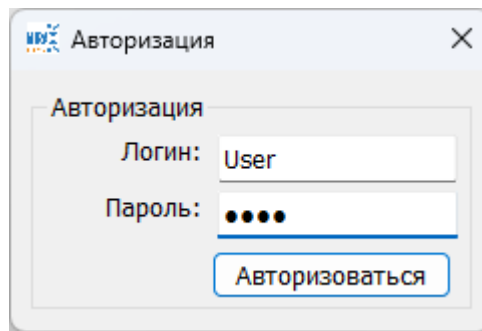
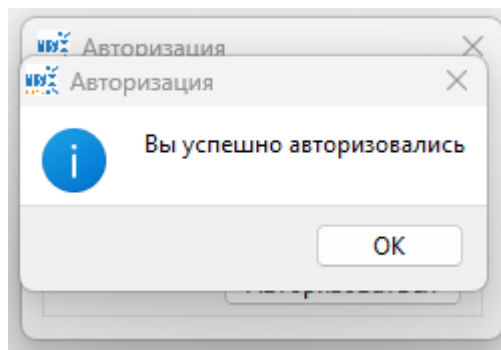
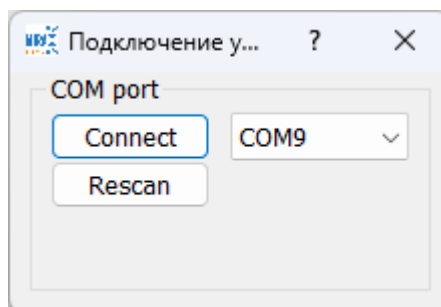

Рис.6 – Окно авторизации
Рис.7 – Успешная авторизация
Рис.8 – Окно подключения устройства
5. Введите логин и пароль, который соответствует уровню доступа, нажмите и отпустите кнопку «Авторизоваться» Рис.6, при успешной авторизации появится всплывающее окно Рис.7 нажмите и отпустите кнопку «ОК», и появится «окно подключения устройства» Рис.8.
6. В «окне подключение устройства» Рис. 8 выберите com-порт, соответствующий включенному RS485, далее нажмите и отпустите кнопку «Connect».